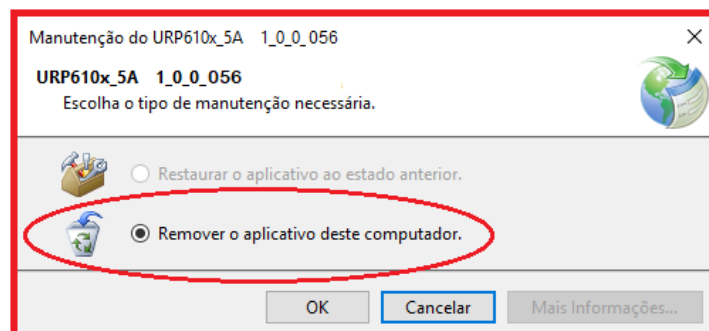

Figura 3.26: Ilustrativo. Manutenção do aplicativo URP6100\_5A\_1\_0\_0\_056 para atualização de última versão.
d) Confirmar a desinstalação do programa aplicativo (figura 3.26).